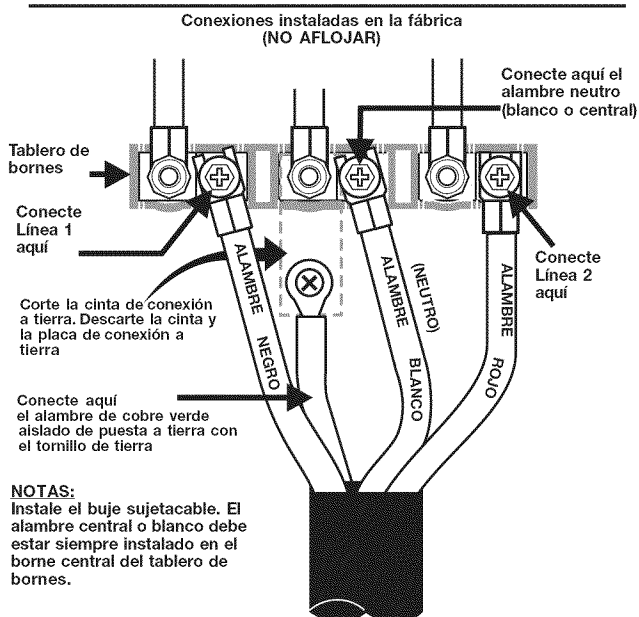

Fig. 29
4. Conecte el alambre de puesta a tierra (Verde) con el ojal en el marco del electrodoméstico con el tornillo de tierra usando el mismo agujero del marco donde estaba originalmente instalado el tornillo de tierra (Ver Fig. 29).